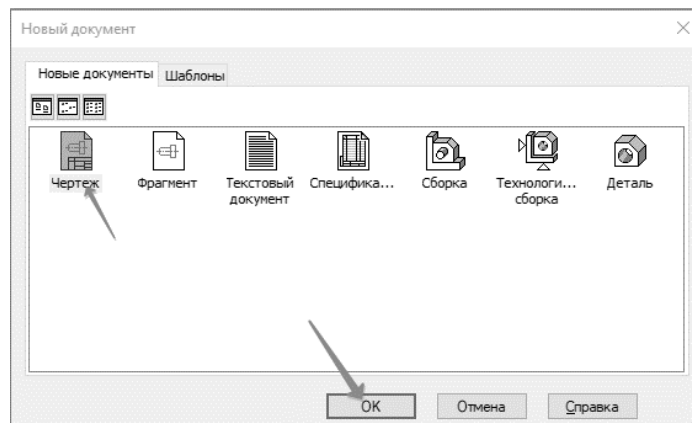

Рис. 37. Создание чертежа
1.2 В диалоге **Новый документ** укажите тип создаваемого документа **Чертеж** и нажмите кнопку **ОК** (рис. 37).